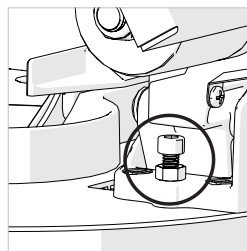

Fig. 22
- Allentare leggermente il controdado della vite di regolazione del fermo di smusso a 0°. **(Fig. 22)**